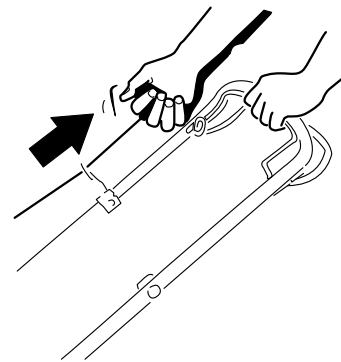

Bild 18
2. Ziehen Sie leicht am Rücklaufstartergriff (Bild 18), bis Sie einen Widerstand spüren. Ziehen Sie ihn dann kräftig durch und lassen ihn langsam in die Seilführung am Holm zurückgehen.